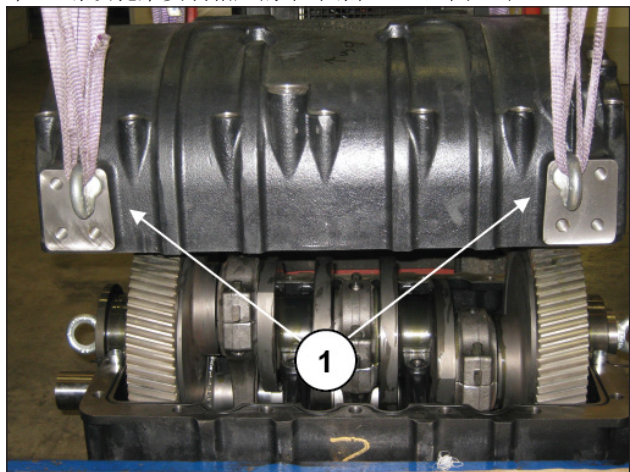

图 26
要拆除后曲轴箱盖，可拆下曲轴箱盖上的支撑脚并利用四个M16螺纹孔来安装相应的吊环螺栓（①，图 26）。